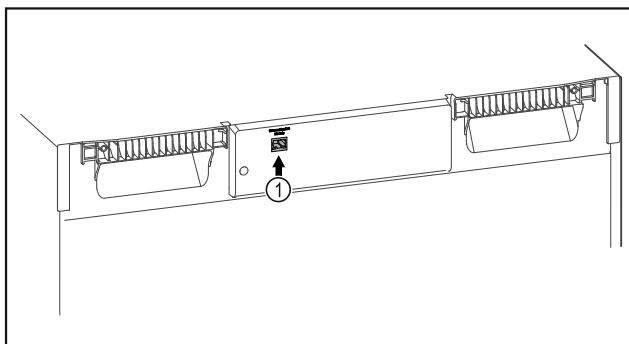

Fig. 110
SmartModule Fig. 110 (1) je nasadený.